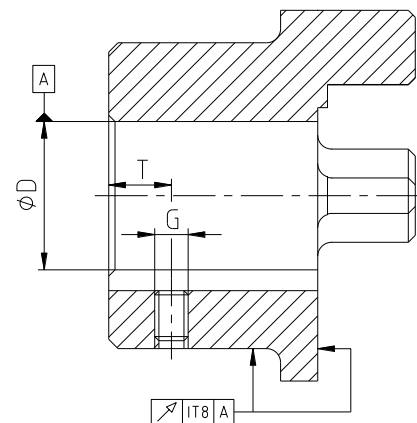

Fig. 13 : Concentricité et perpendicularité
- Si le client réalise l'alésage du moyeu, il faut qu'il respecte précisément concentricité et perpendicularité (Fig. 13).